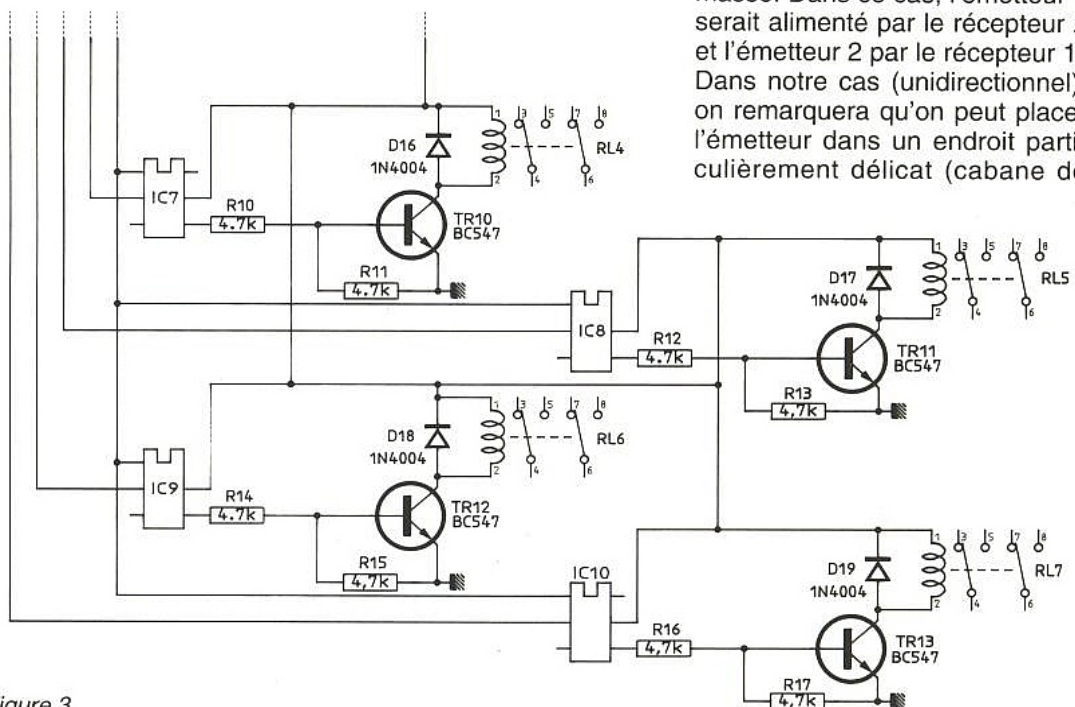

Figure 3
La **figure 3** en propose une solution. L'idée est toute simple. Une tension de commande (S) est présentée à un réseau de comparateurs en mode point et non en barre : seule la sortie de la plus haute comparaison est active. Un LM 3914 suffit à remplir très simplement cette fonction. Ce circuit propose effectivement 10 comparateurs intégrés reliés à un réseau linéaire et dont le mode d'affichage est commutable aisément en "bar or single LED". C'est bien entendu single LED que nous avons retenu, et la broche 9 de IC1 restera donc en l'air (en la portant à V+, on passe en mode barre).